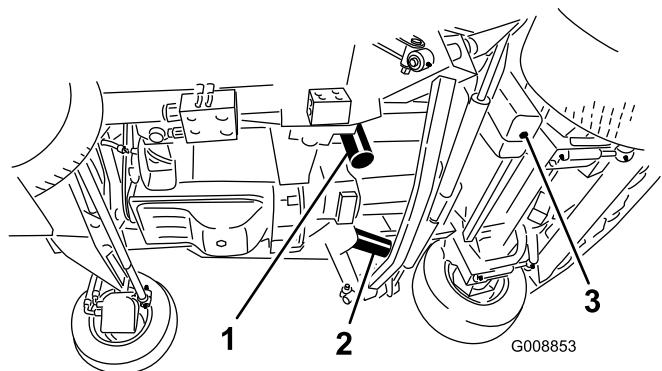

Bild 90
4. Reinigen Sie die Kontaktfläche um den Filter. Stellen Sie eine Auffangwanne unter den Filter und entfernen den Filter (Bild 90).